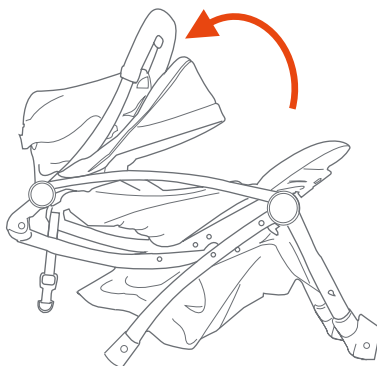

Fig. 1b
- Despliegue el armazón del carrito tirando hacia atrás del manubrio (Fig. 1b).